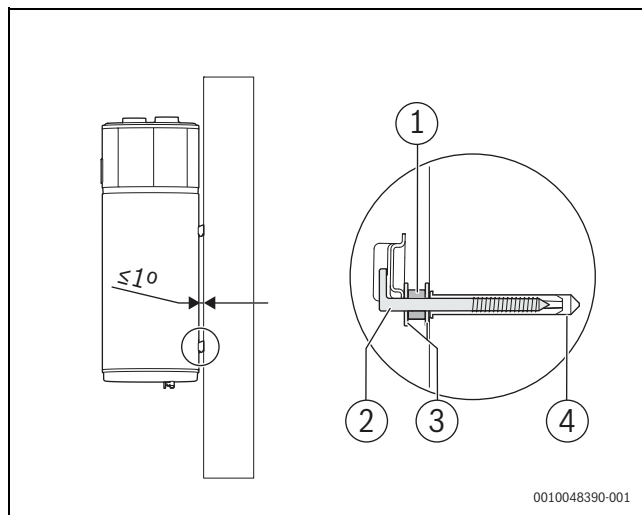

Fig. 18
- Respetar una distancia mínima de 220 mm al techo y de 450 mm al suelo (→fig. 18, página 13) para facilitar el servicio.
El aparato deberá estar nivelado en la vertical o presentar una ligera inclinación hacia atrás, no superior a 1°. Para regularlo, observar (fig. 18):